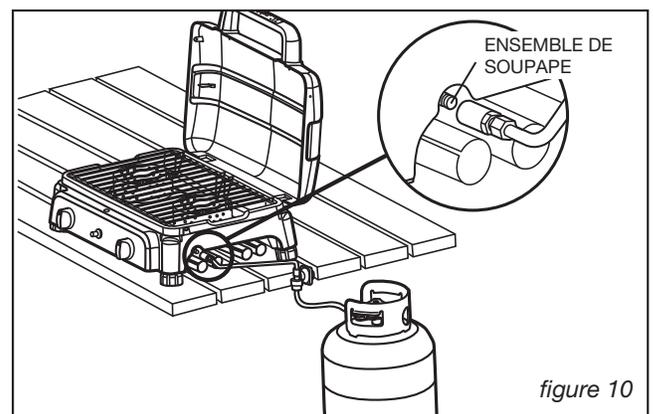

figure 10
6. Alors que le tuyau adaptateur QCCMD-1 pour propane est monté sur le régulateur, que le tuyau adaptateur QCCMD-1 est connecté sur la bouteille de propane et que le coupleur de connexion rapide est tiré vers l'arrière, pousser le coupleur de connexion rapide sur l'ensemble robinet, jusqu'à ce qu'il s'enclenche, comme illustré à la figure 10.